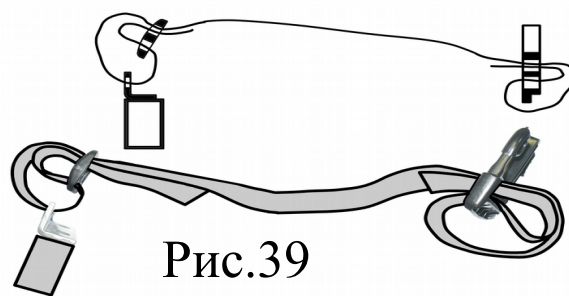

Рис.39
2. Соединить зацеп Фастекс поз. 134 с кронштейнами на противоположной стороне рамы кровати, используя ремень длинный поз. 131 и пряжку пластиковую поз. 133. Схема продевания ремня изображена на рис.39.